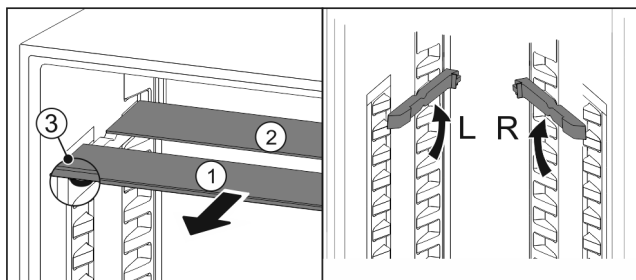

Fig. 117
- ▶ Steklene plošče posamično izvlecite Fig. 117 (1) naprej.
- ▷ Steklena plošča Fig. 117 (1) z okrasno letvijo je spredaj.
- ▷ Zaustavljalniki Fig. 117 (3) so obrnjeni navzdol.